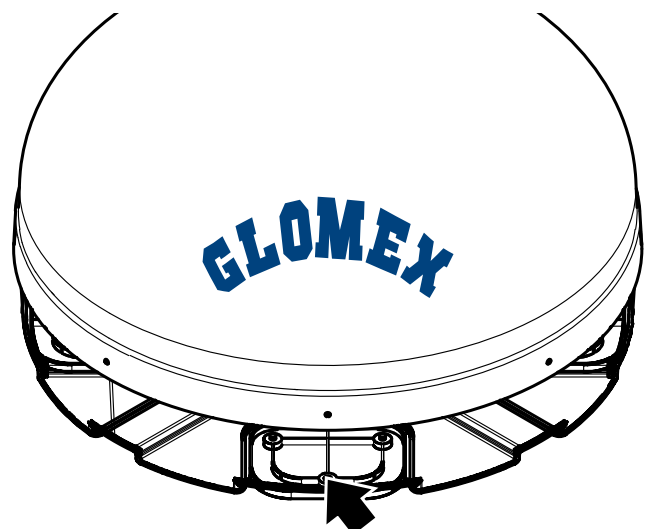

Fig. 11
5. OPÉRATION OPTIONNELLE : enlever les plaques en dévissant les 2 écrous de fixation au radôme inférieur. Percer le radôme inférieur à l'aide d'une mèche de perceuse de 8 mm près du poinçonnage, repositionner les plaques et percer près des trous percés au préalable, en utilisant toujours une mèche de perceuse de 8 mm (**Fig. 11**).